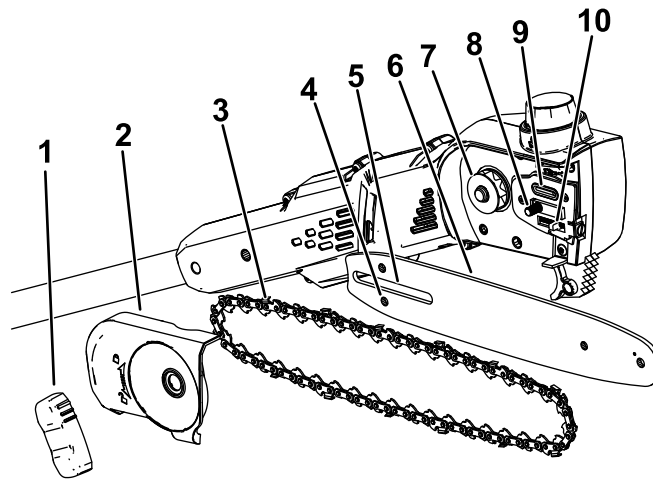

Figura 3
2. Îndepărtați carcasa laterală; răsucii butonul rotativ al carcasei tije în sens invers acelor de ceasornic, până când poate fi îndepărtat, apoi îndepărtați carcasa laterală (Figura 3).
5. Poziționați bucla deschisă (partea care nu se află pe tija de ghidare) în jurul roii dinate pentru acionare de pe fierăstrăul cu bra fix (Figura 3).
**Important:** Asigurați-vă că tiftul pentru reglarea lanului este introdus în fanta tiftului pentru reglarea lanului de pe tija de ghidare (Figura 3).